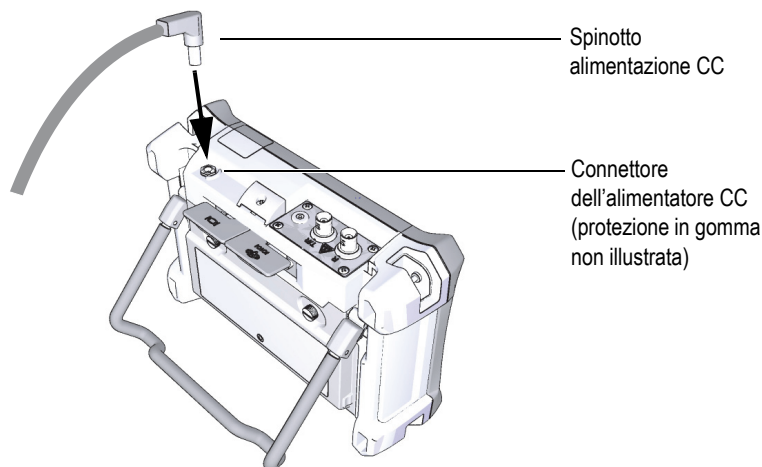

Figura 1-9 Connessione dello spinotto di alimentazione CC
3. Collegare il cavo di alimentazione CC del caricabatteria-alimentatore CA nel connettore dell'alimentatore (vedi Figura 1-9 alla pagina 25).